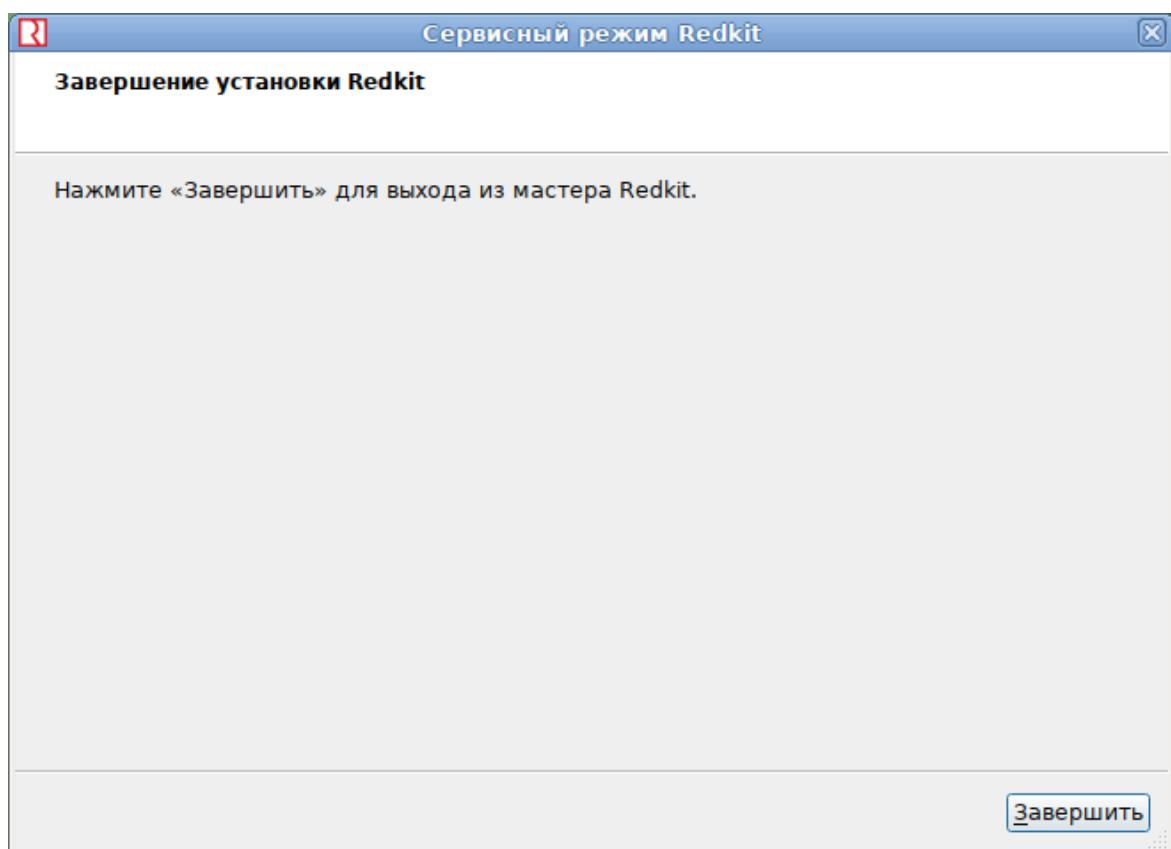

Рисунок 247 - Завершение удаления Redkit
4. После удаления нажмите "Завершить" (Рисунок 247).